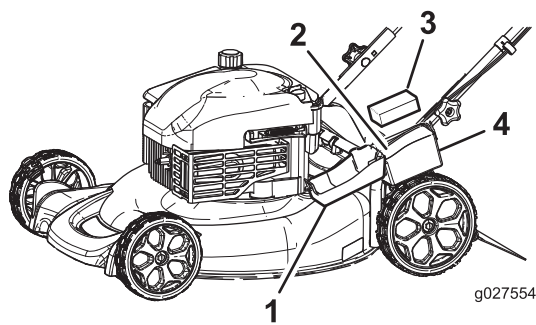

Figura 27
1. Desenganche la tapa de la batería y retírela (Figura 27).